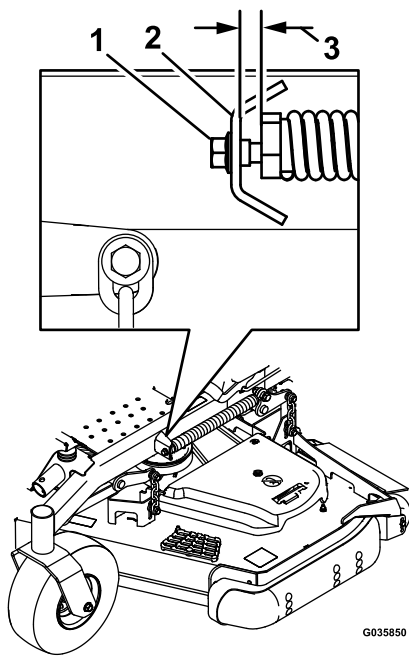

Figura 97
- Afloje lentamente el tornillo de ajuste del muelle auxiliar de elevación hasta que pueda retirar el tornillo (ver Figura 97).